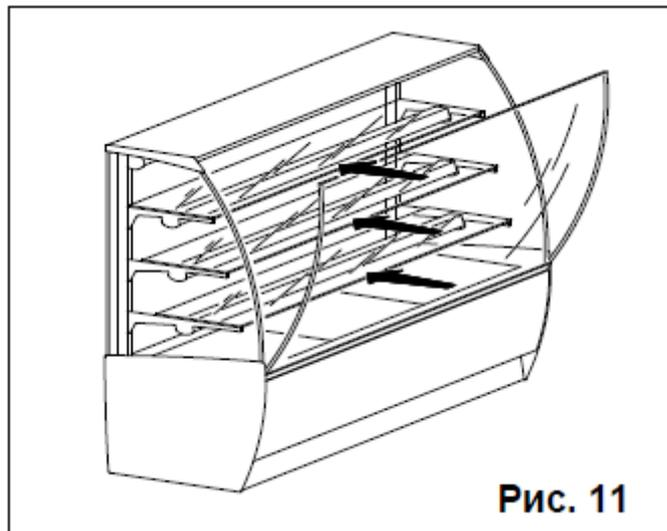

Рис. 11
12. Монтаж витрины – (технический специалист). (Рис.11)
- Снимите упаковку и вставьте стекла на соответствующие полки **(Рис.11)**, обратив особое внимание на монтаж самого узкого стекла на первой полке сверху.